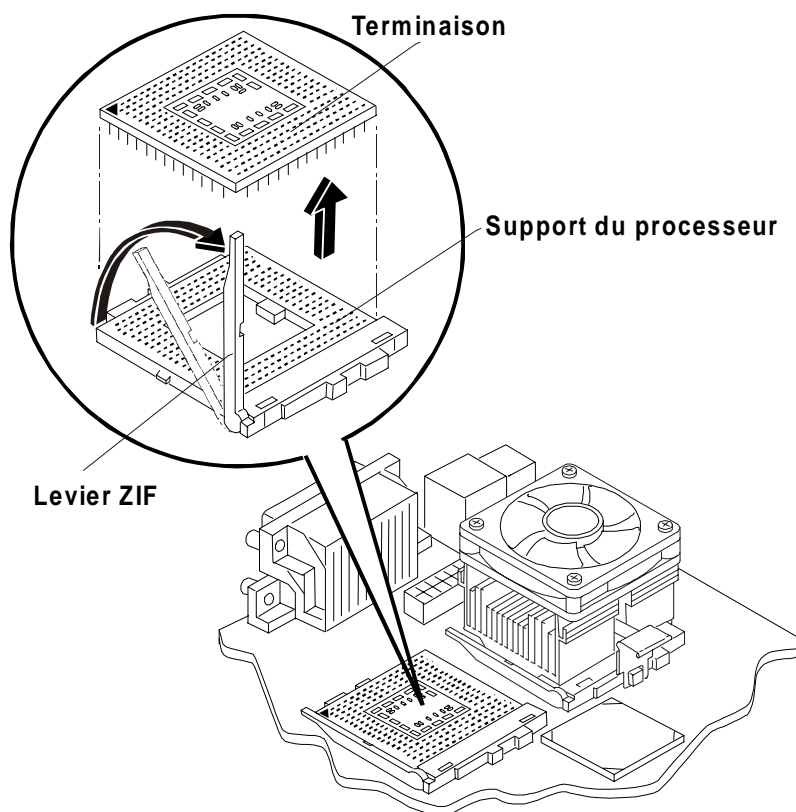

Figure 6-3. Retrait de la terminaison
9. Ouvrez le levier ZIF (Zero Insertion Force) afin de pouvoir retirer la terminaison se trouvant sur le support du processeur. Reportez-vous à la figure 6-3.
7. Si vous ne remplacez par le processeur par un nouveau processeur ou un processeur de remplacement, remettez en place la terminaison sur le support processeur vide. Reportez-vous à la figure 6-3.